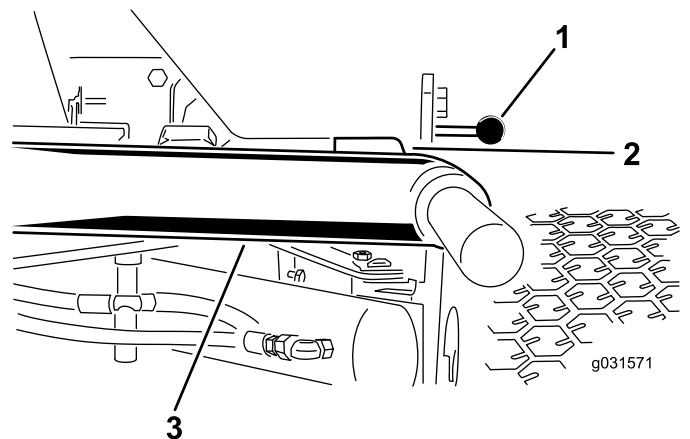

Figure 7
1. Démarrez le moteur, levez les unités de coupe et vérifiez qu'un espace de 5 à 8 mm (0,18 à 0,32 po) sépare chaque bras de levage du support du panneau de plancher, comme montré à la Figure 7.